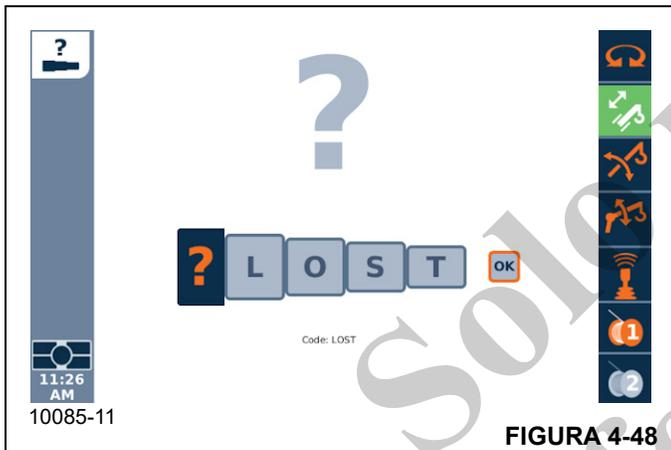
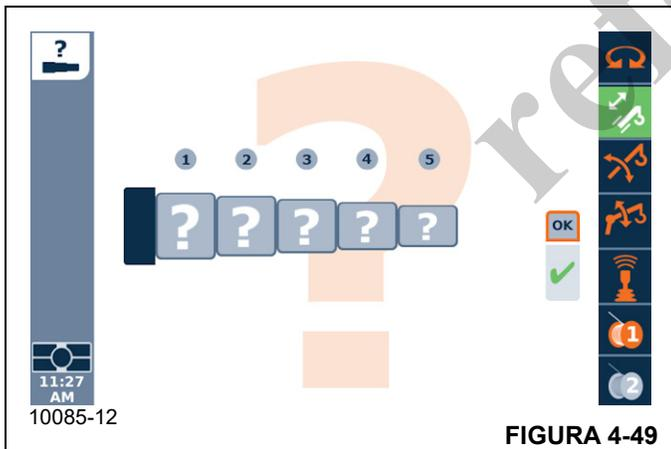

FIGURA 4-48
FIGURA 4-49
Aparece la pantalla de solicitud de restauración telescópica como se muestra en la Figura 4-48. Esta pantalla es para introducir un código de confirmación. El código de confirmación es L-O-S-T. Cuando se introducen estas letras en la pantalla, se puede usar el botón Intro sobre la opción OK que se muestra en la pantalla. Si este es el código correcto, aparece la pantalla de restauración telescópica como se muestra en la Figura 4-49.
- En la pantalla de restauración de telescopización, como se muestra en la Figura 4-49, el operador puede indicar la configuración de pluma actual (“estado de telescopización real”). Se ven 5 cuadros disponibles (para las 5 secciones de pluma telescópicas). Cada uno de estos cuadros puede usarse para cambiar a uno de los siguientes valores: